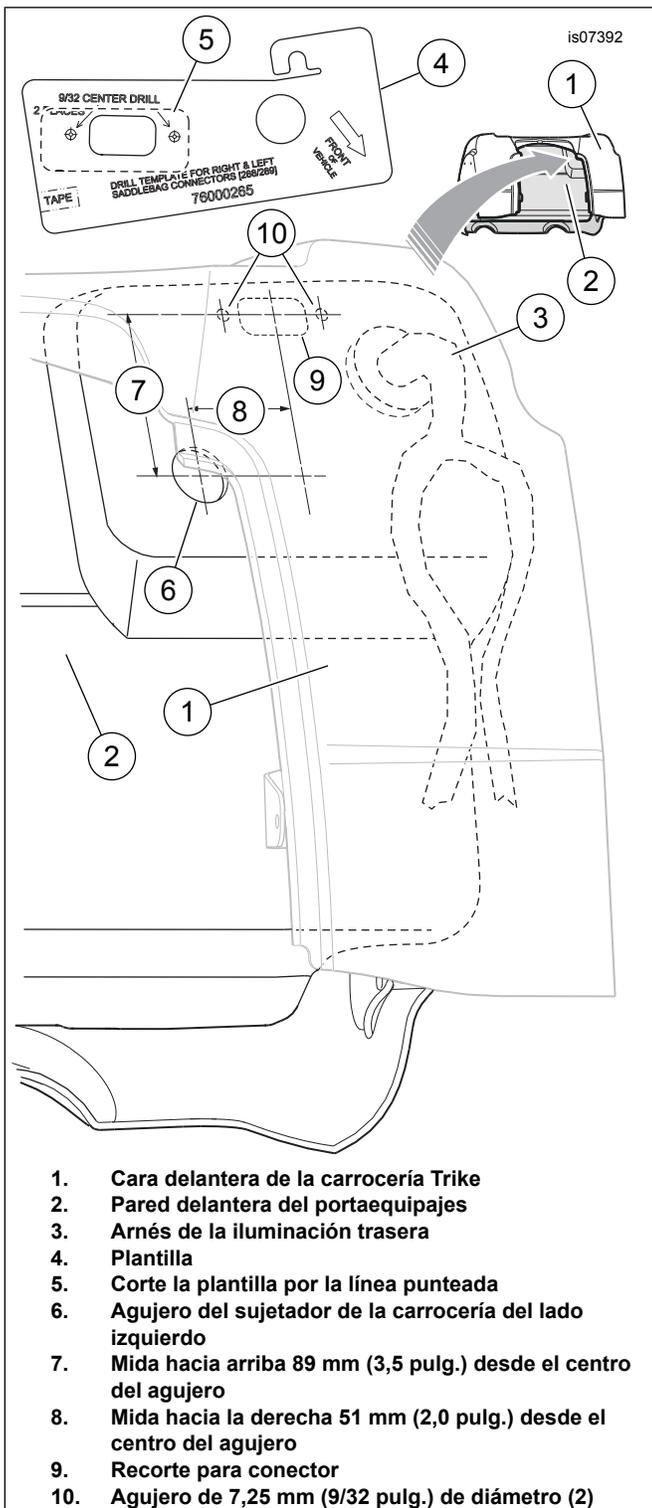

Figura 4. Perforación de la carrocería Trike para el Conector de 12 vías montado en el panel
2. Vea Figura 4. Ubique el agujero del sujetador de la carrocería del lado izquierdo (6) en la pared delantera del portaequipajes (2), detrás de la cara delantera de la carrocería Trike (1).
3. Desde el centro del agujero del sujetador de la carrocería del lado izquierdo, mida hacia arriba 89 mm (3.5 in) (7) y hacia el exterior 51 mm (2.0 in) (8). Marque la pared delantera del portaequipajes en ese sitio.
4. Corte la plantilla (4) alrededor de los agujeros de montaje "SADDLEBAG CONNECTOR" (conector de la alforja), aproximadamente como está indicado por la línea punteada (5).
La posición de la plantilla se puede ajustar levemente si el reborde del conector del panel no queda bien asentado sobre una superficie plana o si queda muy cerca de la arandela aislante del arnés de la iluminación trasera (Figura 4, artículo 3).